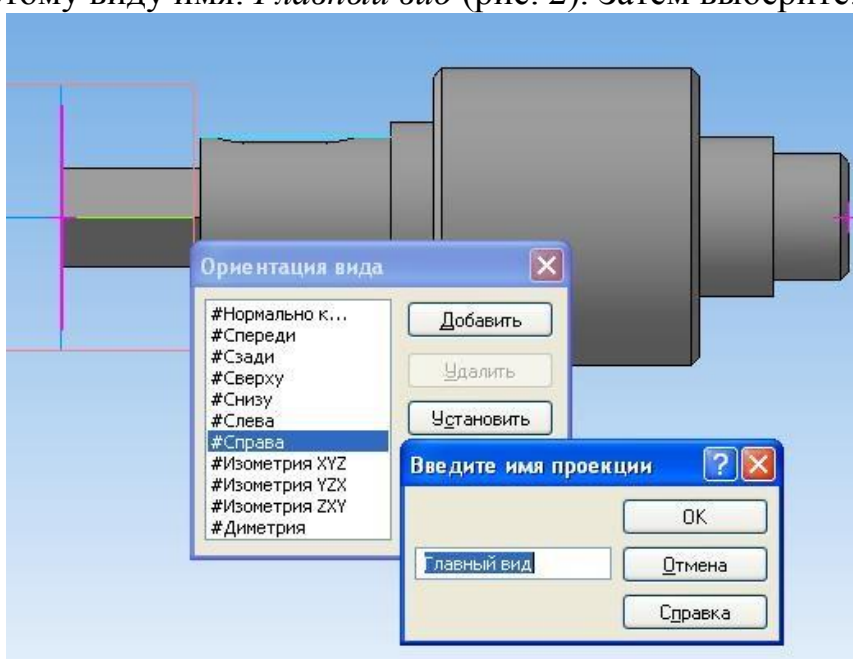

Рис. 2
4. Щелкните ЛКМ по кнопке *Добавить* и в открывшемся окне присвойте этому виду имя: *Главный вид* (рис. 2). Затем выберите: *ОК, Выход*.